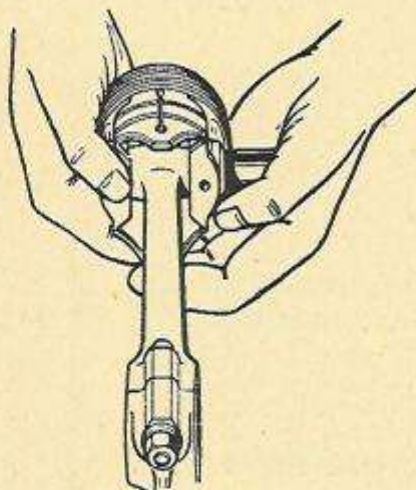

Fig. 117.
- Extraire les axes, les graisser, et les introduire à la main (fig 117).